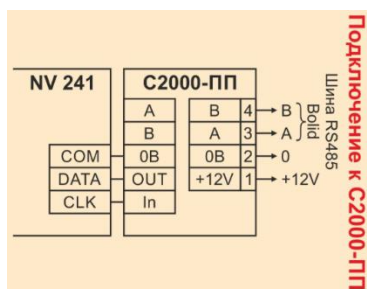

Рисунок 2.
3. Подключите все приборы согласно схеме подключения (Рисунок 2). Для С2000-ПП проделайте следующее: